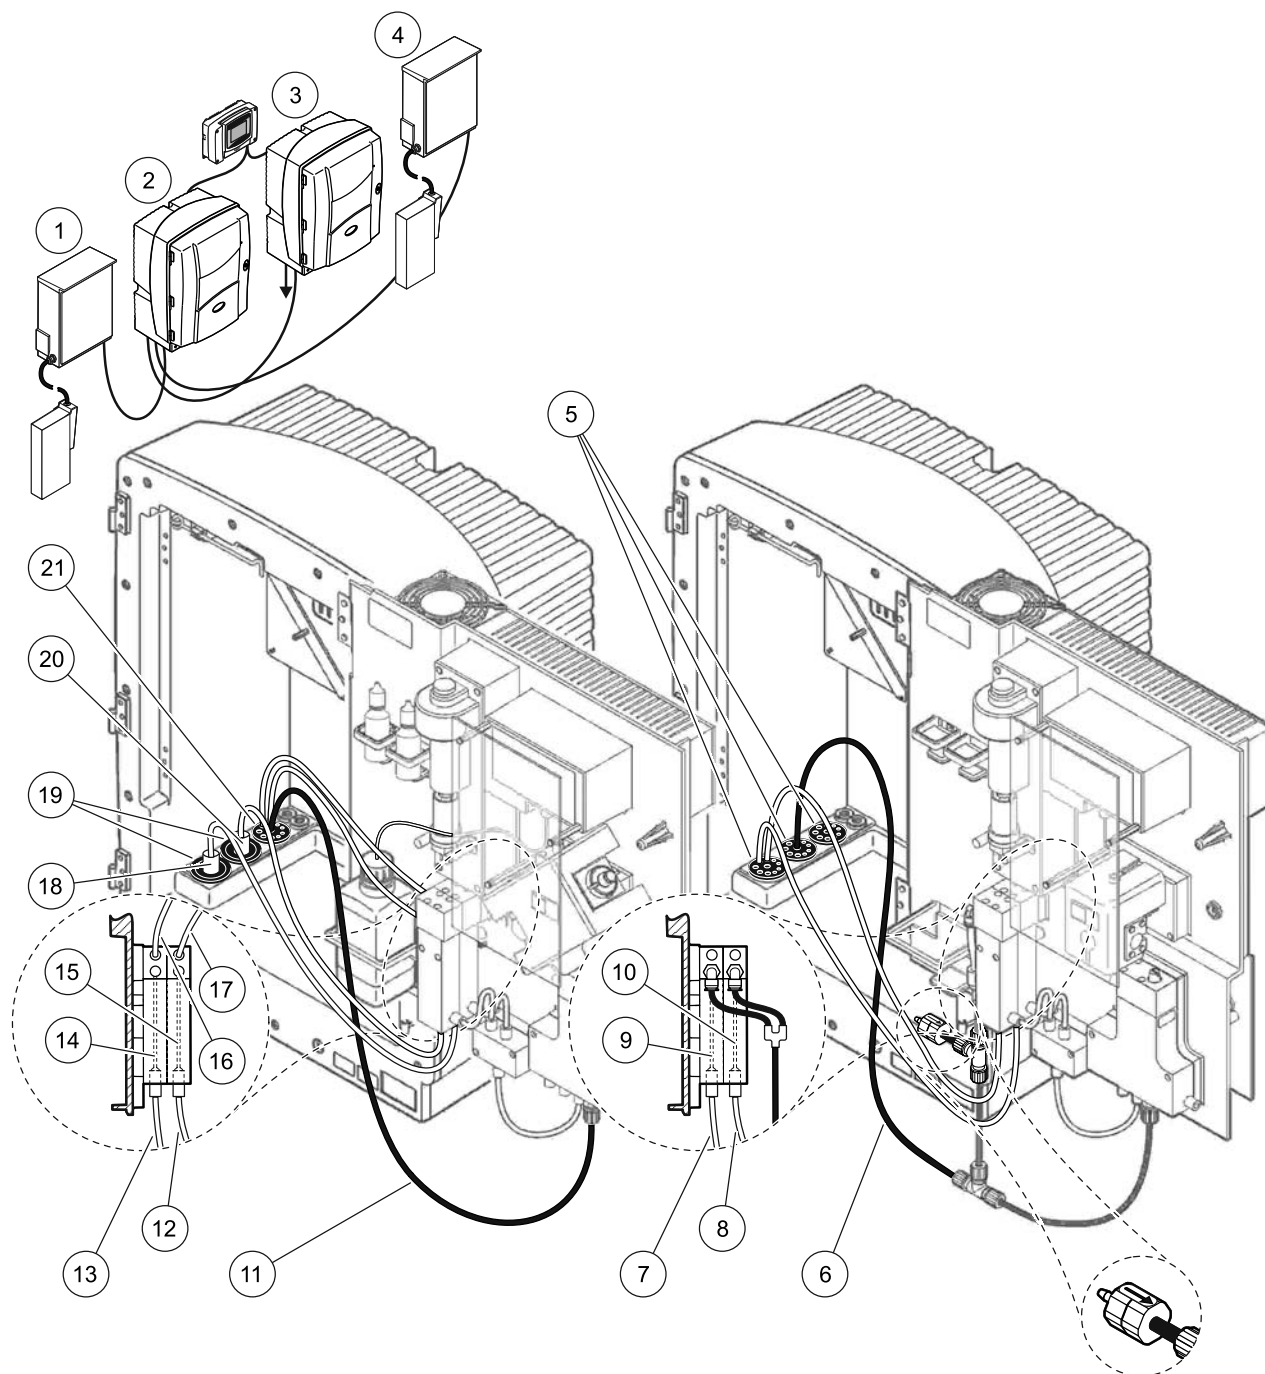

図 39 オプション 9b 設定
105 ページの図 39 およびオプション 9a に関する以下の説明を参照してください：
- a. 加熱ホースを FILTRAX 1 から分析装置まで通します (105 ページの図 39、アイテム 18)。シール プラグ #1 を使って固定します。